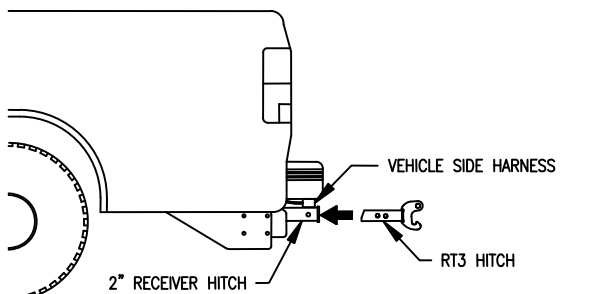

Bild 8. RT3 Aufnahme Haken G10598
1. Führen Sie den RT3 Aufnahme Haken in die Aufnahme des Fahrzeuges ein Siehe Bild 8.